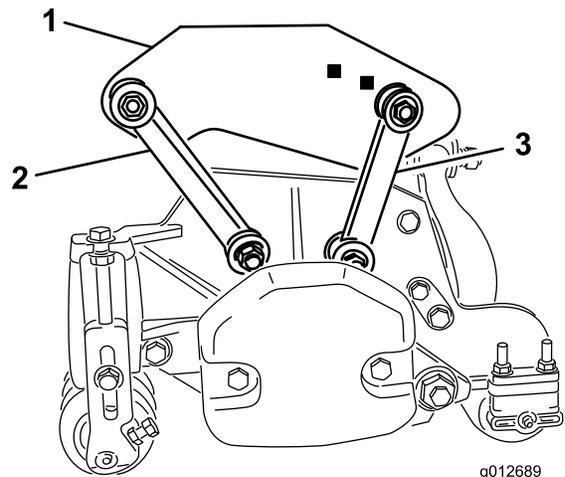

Bild 19
($\frac{3}{8}$ " x $2\frac{1}{4}$ "), zwei Flachscheiben und einer Sicherungsmutter in den Löchern im Trägerrahmen, wie in Bild 19 abgebildet. Bringen Sie an jeder Seite der Verbindung bei der Montage eine Scheibe an. Ziehen Sie die Befestigungen bis auf ein Drehmoment von 42 N·m an.
- Befestigen Sie die hinteren Befestigungslenker mit einer Schraube ($\frac{3}{8}$ " x $2\frac{1}{4}$ "), zwei Flachscheiben und einer Sicherungsmutter in den Löchern im hinteren Trägerrahmen, wie in Bild 19 abgebildet. Bringen Sie an jeder Seite der Verbindung bei der Montage eine Scheibe an. Ziehen Sie die Befestigungen bis auf ein Drehmoment von 42 N·m an.